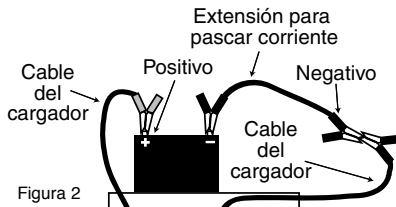

Figura 2
- Determine cuál de los bornes de la batería está conectado a tierra en el chasis. Si el borne negativo está conectado al chasis (como en la mayoría de los vehículos), vea la figura 1 y el paso 5 a. Si el borne positivo está conectado al chasis, vea la figura 2 y el paso 5 b.